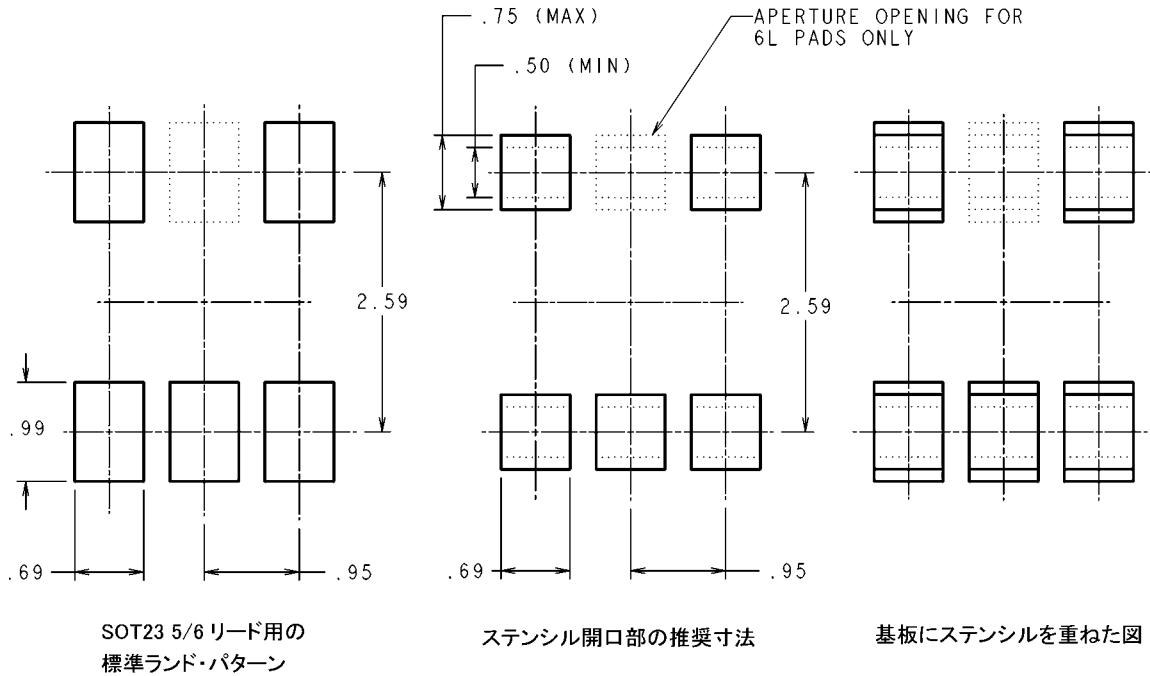

FIGURE 31. Recommended Stencil Apertures for SOT23 5/6 Lead Footprint Compatible LLP
- SOT23 パッケージ用に設計した PCB に、SOT23 5/6L 実装パッドと互換の LLP を実装する場合のハンダ・ステンシル開口部は、Figure 31 を参照してください。